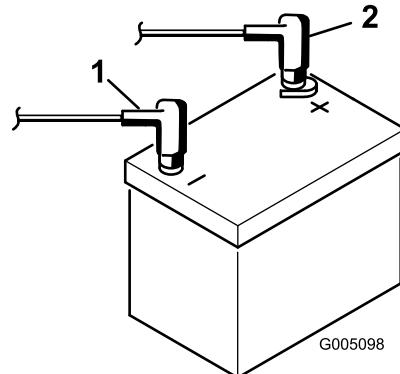

図 7
9. 赤いプラスケーブルをバッテリーのプラス端子に、黒いマイナスケーブルはバッテリーのマイナス端子にはめ、ボルトとナットで固定する図7。ショート防止のために端子にゴムキャップをかぶせる。